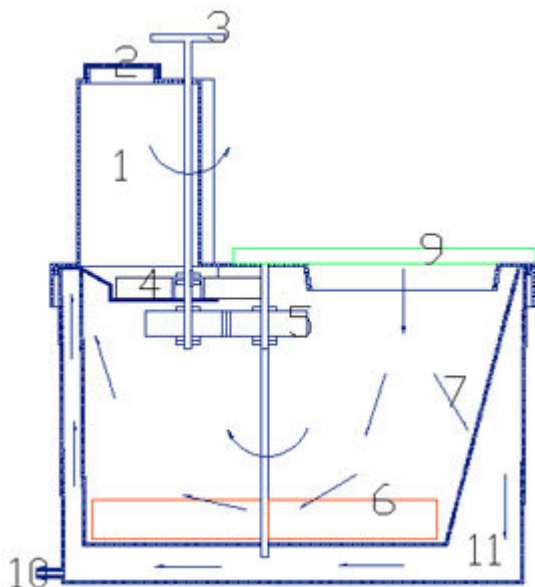

Рис. 2.3
месяца. Компостная масса накапливается в приемном баке (11) неравномерно. Большая часть ее находится под отверстием верхней крышки (9). Для равномерного распределения фекальной массы в приемном баке, конструкция биотуалета предусматривает возможность поворота верхней крышки (2) на 180, таким образом, чтобы ее приемное отверстие оказалось над незаполненной частью емкости (11) (см. рисунок 2.3).